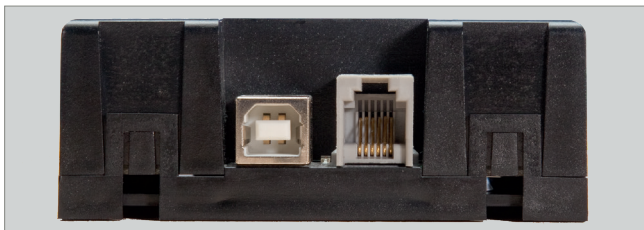

Abb. 10: LocoNet-Buchse am Grundmodul
- ▶ Verbinden Sie das LocoNet-Kabel (liegt nicht bei) mit einem der LocoNet-Anschlüsse des ersten Moduls, siehe Abb. 10.